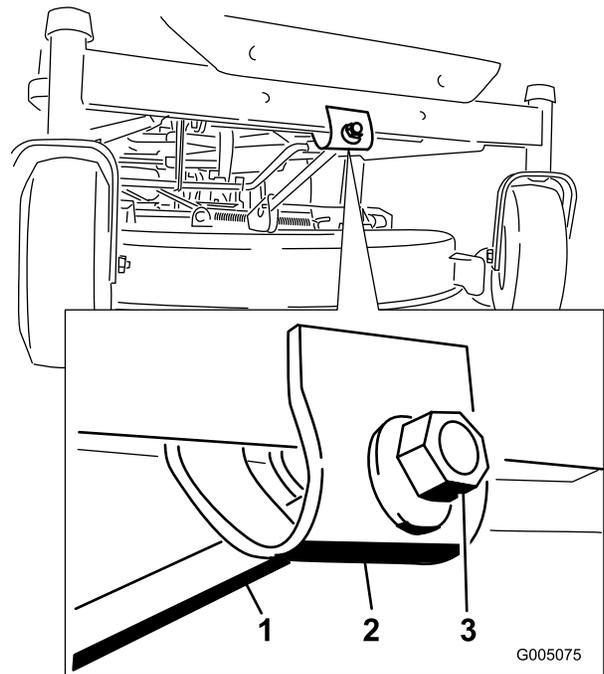

Figure 45
7. Pour régler l'inclinaison avant/arrière des lames, tournez l'écrou de réglage à l'avant du plateau de coupe (Figure 45).